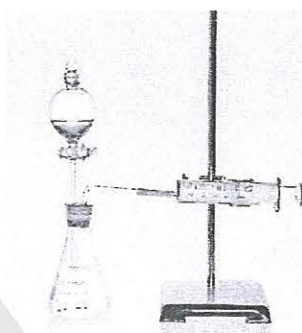

图 2-1 测定锌与硫酸反应速率的装置
(1) 按图 2-1 所示组装实验装置。在锥形瓶内放入 2 g 锌粒，通过分液漏斗加入 40 mL 1 mol/L  $\text{H}_2\text{SO}_4$  溶液，测量并记录收集 10 mL  $\text{H}_2$  所用时间。
(2) 如果用 4 mol/L  $\text{H}_2\text{SO}_4$  溶液代替 1 mol/L  $\text{H}_2\text{SO}_4$  溶液重复上述实验，所用时间会增加还是减少？请通过实验验证，并解释原因。